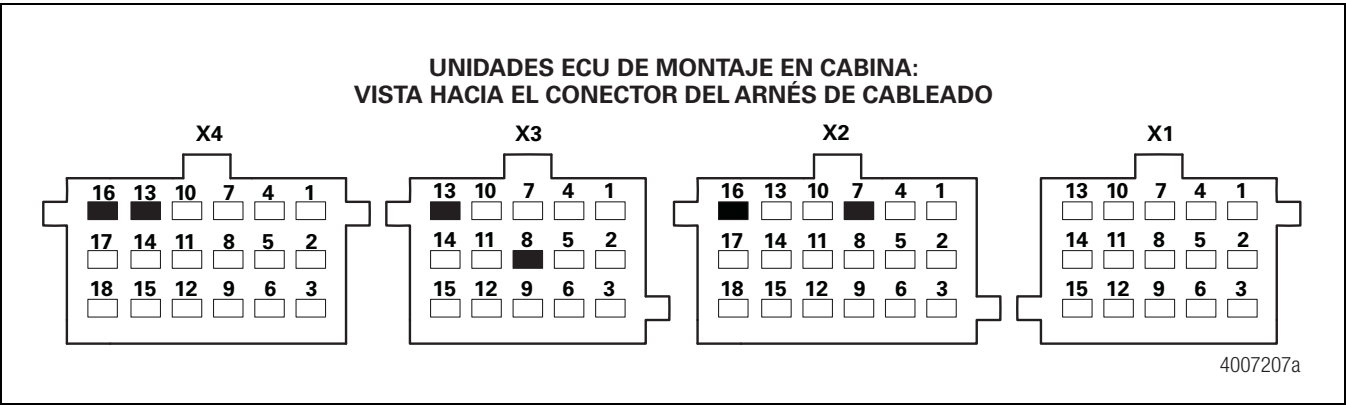
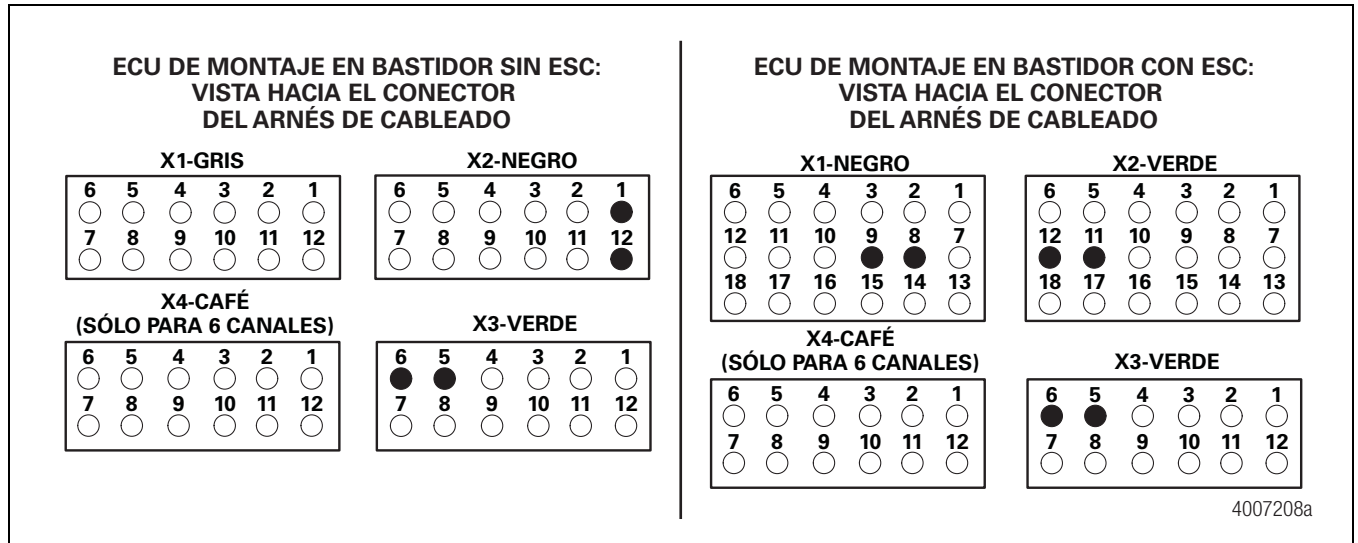

Figura 3.22
Figura 3.23
- Revisar el arnés de la ECU y el solenoide ABV 3/2 juntos, para ver su resistencia. Figura 3.22 y Figura 3.23.